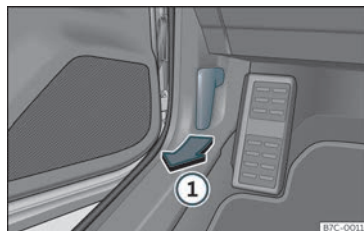

Fig. 199 Panca de desbloqueo no espazo repousapés do condutor.
- Abra a porta e puxe da panca que hai debaixo do taboleiro de instrumentos >>> **fig. 199 ①**.